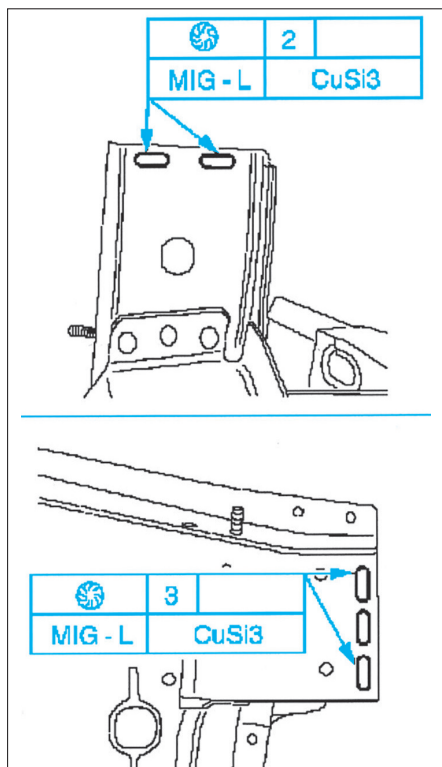
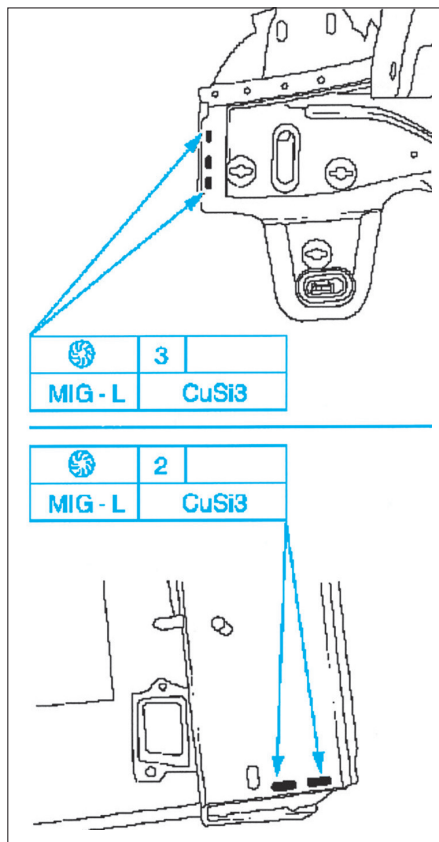

FIG. 5
FIG. 6
- Ajuster l'embout et souder au MIG (Fig.5) et (Fig.6).